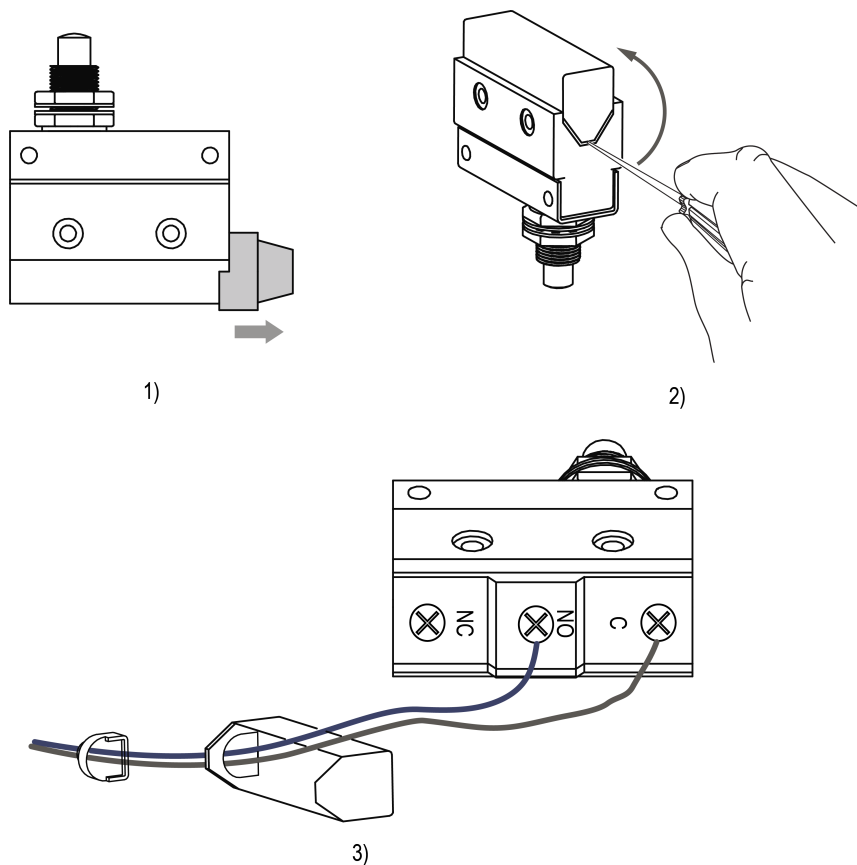

Рисунок 5.2 – Последовательность подключения
1. Снять кабельный ввод (см. рисунок 5.2, 1).
2. Подцепить отверткой угол кабельного канала и отделить его от корпуса концевика (см. рисунок 5.2, 2).
4. Продеть подготовленные кабели через отверстия ввода и кабельного канала (см. рисунок 5.2, 3).